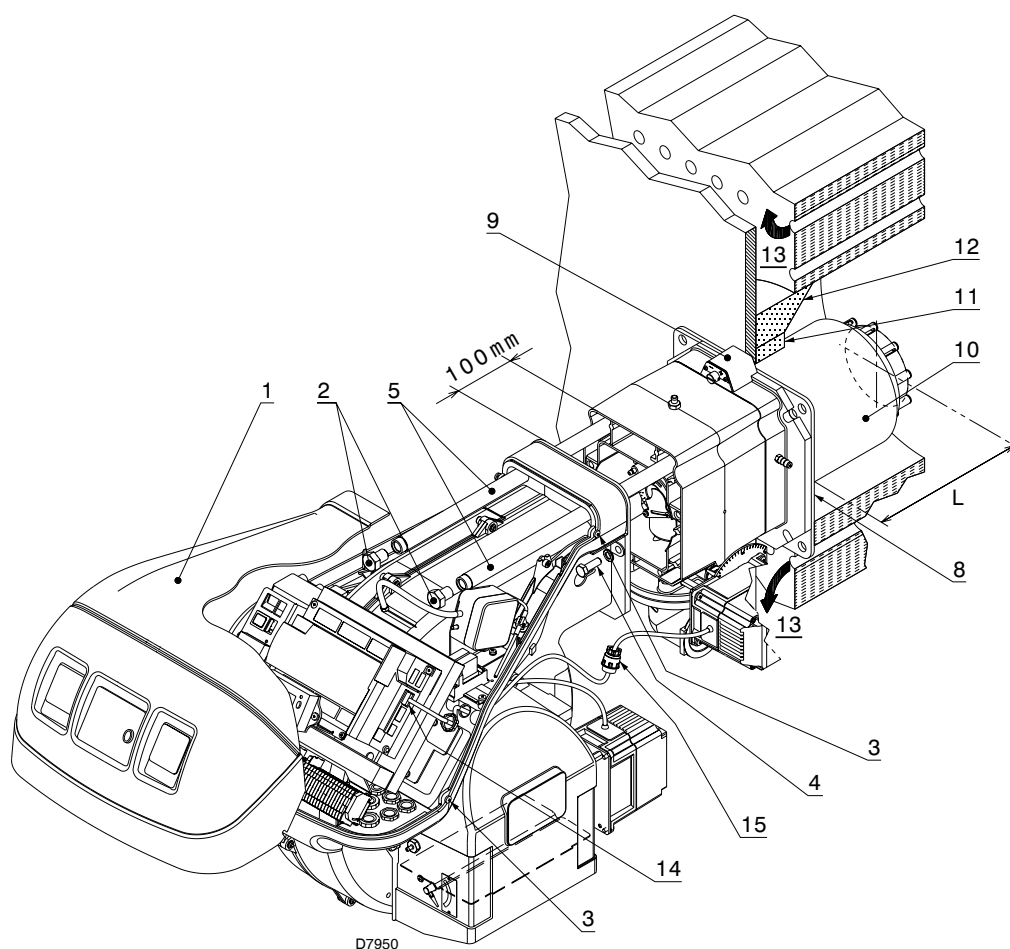

Fig. 14
La lunghezza del boccaglio 10)(Fig. 14) va scelta secondo le indicazioni del costruttore della caldaia e, in ogni caso, deve essere maggiore dello spessore della porta della caldaia, completa di refrattario.
Le lunghezze L)(Fig. 14) disponibili sono:
Separare quindi la testa di combustione dal resto del bruciatore, Fig. 14.
Effettuata questa eventuale operazione, fissare la flangia 9)(Fig. 14) alla piastra della caldaia interponendo lo schermo isolante 8) dato a corredo.
- rimontare il bruciatore sulle guide 3)(Fig. 14) a circa 100 mm dal manicotto 4);
- connettere la spina del servomotore 14)(Fig. 14) ed avvitare il passacavo 15);